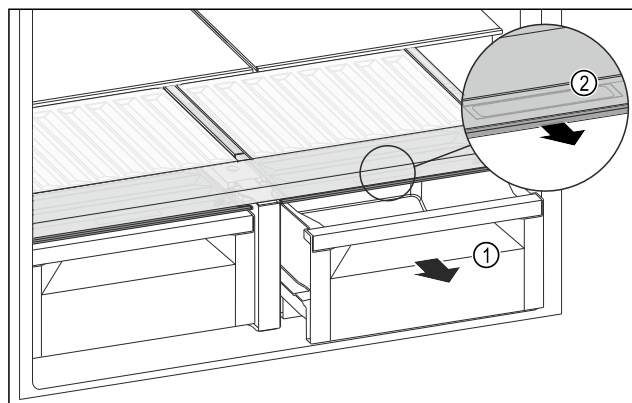

Fig. 132
- Wyciągnąć szufladę Fig. 132 (1).
- Chwycić uchwyt wpuszczany Fig. 132 (2) na pokrywie komory i pociągnąć pokrywę jednocześnie do przodu.